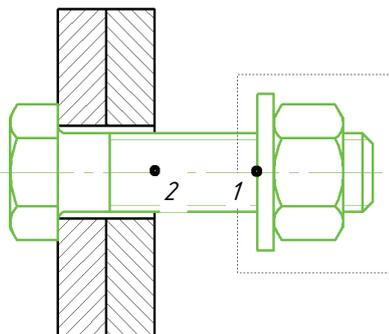

Рис. 2.25
- Постройте рамку выбора, как это показано на рис. 2.25.